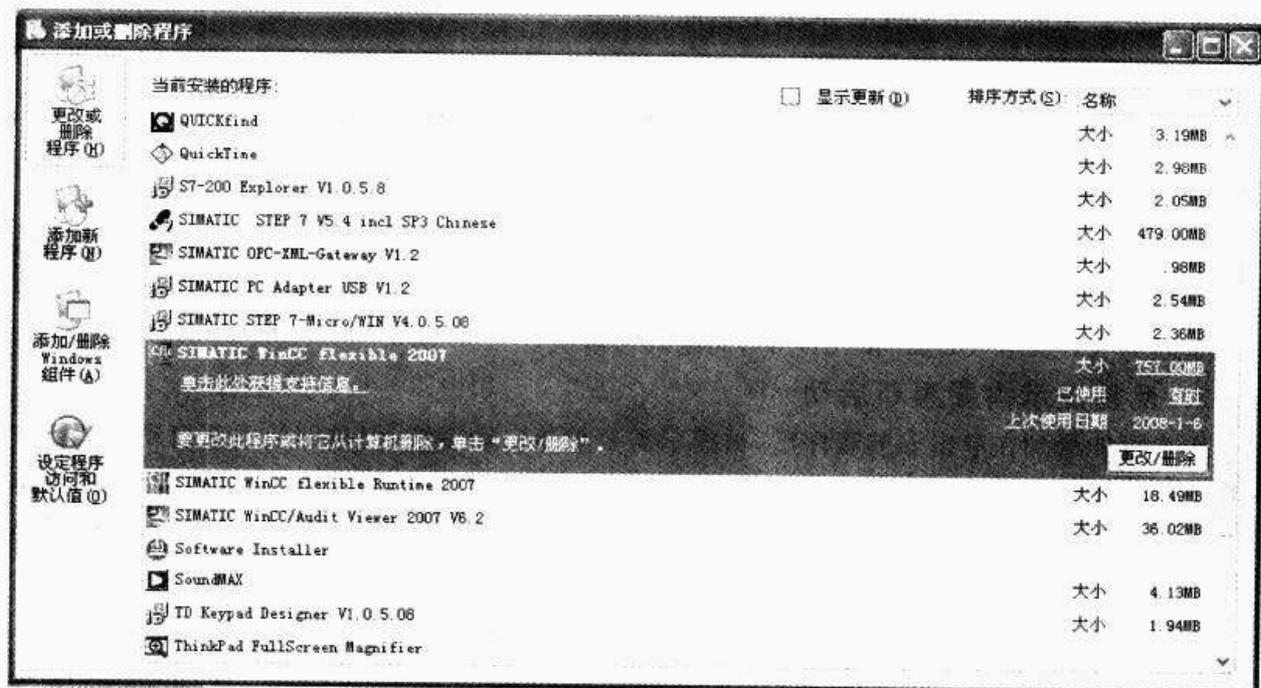

图 2-8 卸载 WinCC flexible 1—选择卸载程序
① 单击操作系统“开始”菜单,选择“设置”|“控制面板”|“添加 / 删除程序”,在弹出的对话框中选择“SIMATIC WinCC flexible 2007”(根据具体安装版本可能有所不同),如图 2-8 所示。